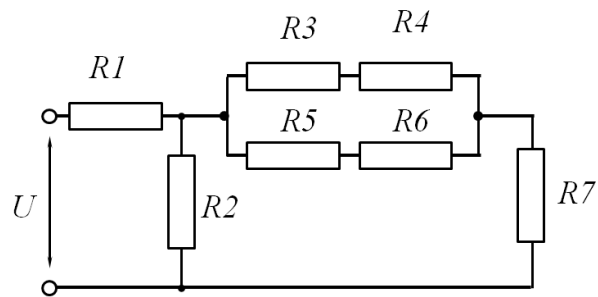

Рис. 4.2
**ЗАДАЧА 4.2** ЭДС, приложенная к входу цепи (рис. 4.2),  $E=250$  В. Сопротивления резисторов  $R1 = R5 = 6,5$  кОм,  $R2 = 24$  кОм,  $R3 = 2,5$  кОм,  $R4 = 1,5$  кОм,  $R6 = 8,5$  кОм,  $R7 = 2$  кОм. Определить разность потенциалов между точками *a* и *b*. Как изменится эта разность, если замкнуть сопротивление  $R7$ ?